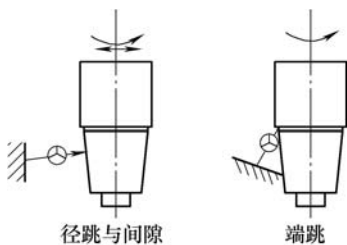

图 6
(4) 带轮。原有传动机构带轮用的是平皮带，起到保护主轴的作用，一旦磨削力过大，平皮带会出现“打滑”现象，以免发生主轴受力过大出现“抱轴”现象。滚动主轴单元不存在“抱轴”现象，属于刚性负载，如继续使用平皮带已经没有必要，容易打滑且传动效率低。改造过程中将其改成为多楔带，两个带轮的直径比与之前相同，保证了磨削线速度。
(5) 总成检验。用千分表对主轴的径向跳动和径向间隙、轴向窜动进行检查（见图6），分别是0.002mm、0mm和0.001mm，满足了设计要求。